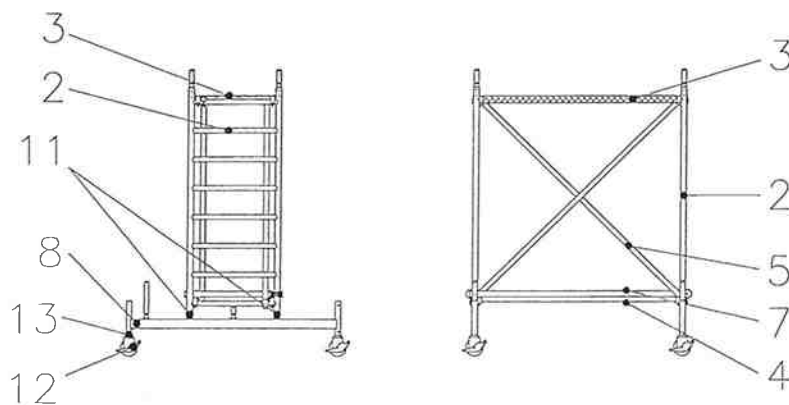

Bild 3 - Grundaufbau FG 460302 bis 460305
- ⇒ Zunächst Fahrrollen (12) mit dem Fahrbalken (8) verbinden und mittels einer Schraube M10x60 mit Mutter (13) in der im Fahrbalken vorgesehenen Bohrung gegen Herausfallen sichern.
- ⇒ Vertikalrahmen (2) auf die vorhandenen Zapfen des Fahrbalkens (8) aufstecken und mit Federsteckern (11) gegen Ausheben sichern. Beim Aufstecken der Vertikalrahmen auf die Fahrbalken darauf achten, ob das Gerüst mittig oder seitlich aufgebaut werden soll.
- ⇒ Fahrbalken (8) mit Vertikalrahmen (2) aufrichten und Längsriegel (4) und Diagonalen (5) entsprechend Darstellung im Bild 3 einhängen und einrasten. Die Schnellverschlüsse sind dabei ( wie bei allen mit Schnellverschlüssen ausgestatteten Bauteilen ) vertikal von oben nach unten einzurasten. Durch Federunterstützung schließt sich der Schnellverschluss selbsttätig. Der Diagonalenverlauf erfolgt immer von der unteren zur oberen Sprosse einer Vertikalrahmenebene. Die Diagonalen sind hierbei immer soweit als möglich außen zu montieren. Bei Aufbauten mit Rahmentafel oder Längsriegeln liegt der Schnellverschluss der Diagonalen innerhalb des Schnellverschlusses der Rahmentafel bzw. des Längsriegels.
- ⇒ Horizontaldiagonale (7) entsprechend Darstellung im Bild 3 montieren und Kupplungen von Hand fest anziehen.
- ⇒ **Betrifft nur Gerüsttypen 460302; 460305** : Rahmentafel mit Durchstieg (3) in die oberste Sprosse der Vertikalrahmen (2) einhängen und einrasten.